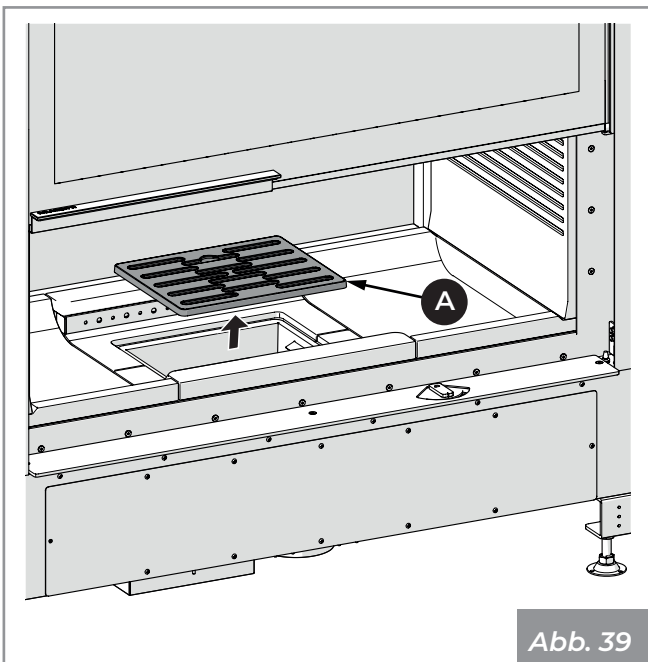

Abb. 39
- 1) Stellen Sie sicher, dass das Gitter **(A)** (**Abb. 39**) frei von jeglichen Verbrennungsrückständen ist, die den freien Luftdurchgang behindern könnten. Das Rost herausnehmen und mit einem kleinen Besen (nicht mit geliefert) die Verbrennungsrückstände von der Feuerstätte in die Aschelade fegen. Achten Sie auf glühende Glut.